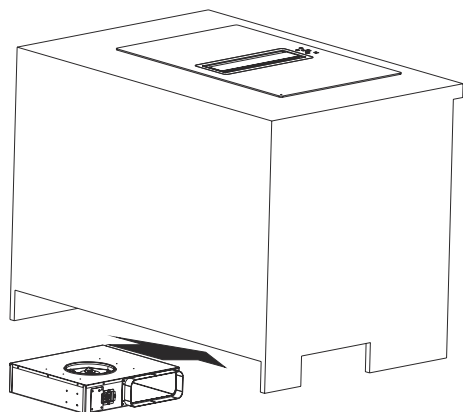

Fig. 18
8. ➤ Motoren kan nu placeres i soklen/skabet (Fig. 18).